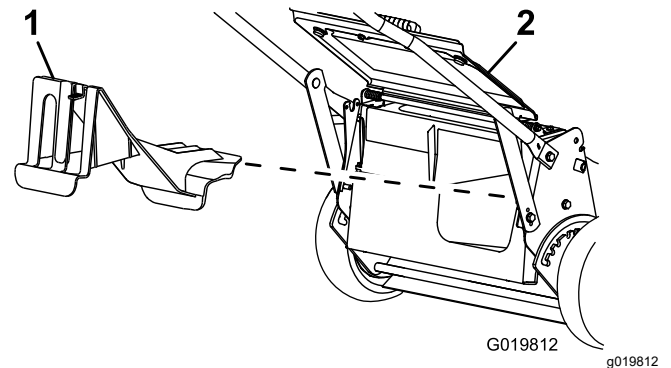

Figure 18
- Si l'obturateur d'éjection arrière n'est pas installé, saisissez-le par la poignée, relevez le déflecteur arrière et insérez-le dans la goulotte d'éjection arrière jusqu'à ce que le dispositif de verrouillage s'enclenche; voir Figure 18.